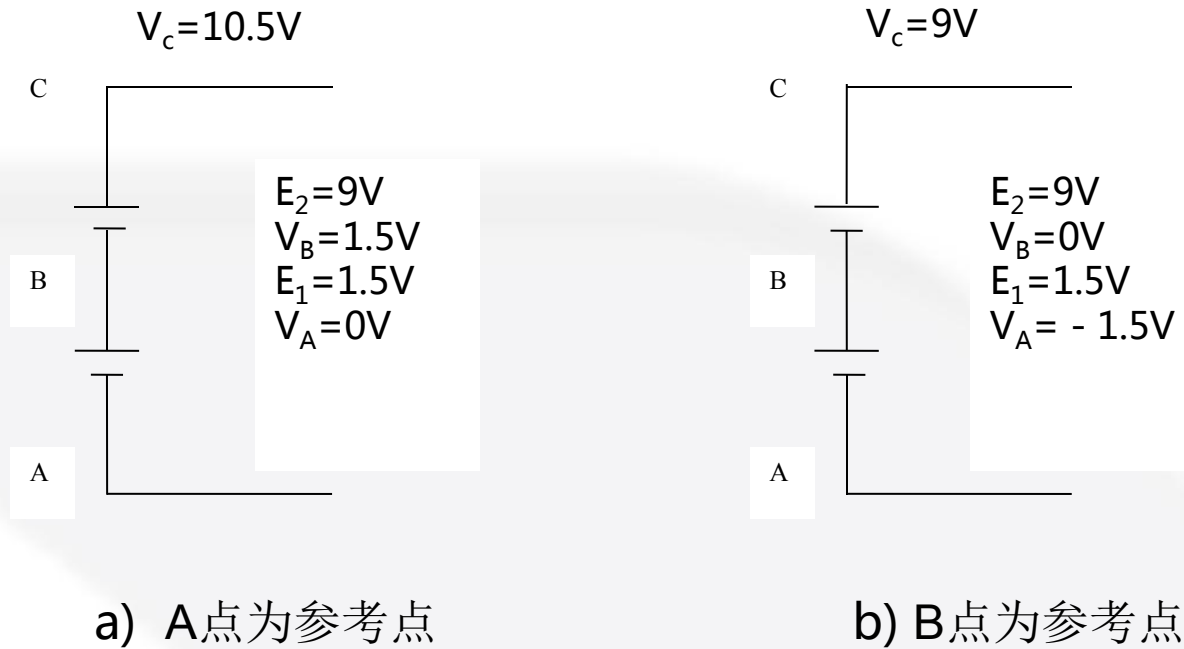

图1-3
- ① 电路中某点电位的高低，也是相对于一个参考点而言的。这个参考点称为零电位点，在电路中用符号“PE”表示。
- ② 电位在数值上就等于电场力把单位正电荷从某点移动到参考点所做的功，用字母V表示，其单位也是伏特(V)。
- ③ 如图1-3中，以A点为参考点( $V_A = 0V$ )时，单位正电荷从B点移动到A点(参考点)所做的功等于电源电动势 $E_1$ ，所以B点的电位为 $V_B = E_1 = 1.5V$ ；以B点为参考点( $V_B = 0V$ )时，单位正电荷从A点移动到B点(参考点)需要克服电场力做功，因而A点的电位为 $V_A = -E_1 = -1.5V$ 。同理可得，以A点为参考点时， $V_C = E_1 + E_2 = 10.5V$ ；以B点为参考点时， $V_C = E_2 = 9V$ 。在电路中某两点的电位相同，则称这两点为等电位。连接等电位点的导线中电流为零。等电位点是高压带电作业的理论基。
图1-3 a)中，以A点为参考点，C、A两点间电压 $U_{CA} = V_C - V_A = 10.5\text{V} - 0\text{V} = 10.5\text{V}$ ；图1-3 b)中，以B点为参考点，C、A两点间的电压 $U_{CA} = V_C - V_A = 9\text{V} - (-1.5\text{V}) = 10.5\text{V}$ 。由此可见，两点间电压的大小与参考点的选择无关，即电位的高低是相对的，而电压值是绝对的。